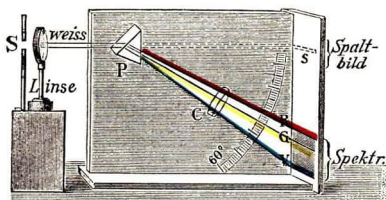

Abb. 246. Entstehung des Spektrums
3. Zerlegung des weißen Lichtes (Abb. 246).
**Versuch:** Man lasse aus dem Projektionsapparat einen Strahl austreten und stelle in den Strahlengang (wie Abb. 246 angibt) ein Prisma! *Newton* benutzte 1670 einen Sonnenstrahl. Ergebnis: